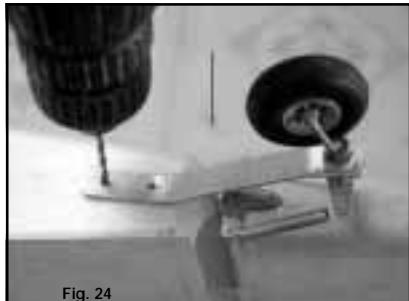

Fig. 24
Install the heavy duty landinggear and wheel as shown on Fig. 24.
*Bevestig het staartwiel achteraan de romp door gebruik te maken van 2 schroeven, zie Fig. 24.*
*Installez la roulette de queue comme indiqué sur la Fig. 24.*